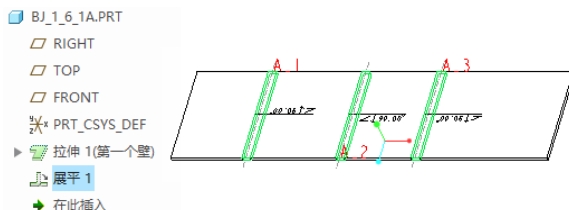

图 1-229 展平全部折弯
(4) 在“展平”选项卡中单击  (完成) 按钮, 展平结果如图 1-229 所示 (图中显示了折弯注解信息)。